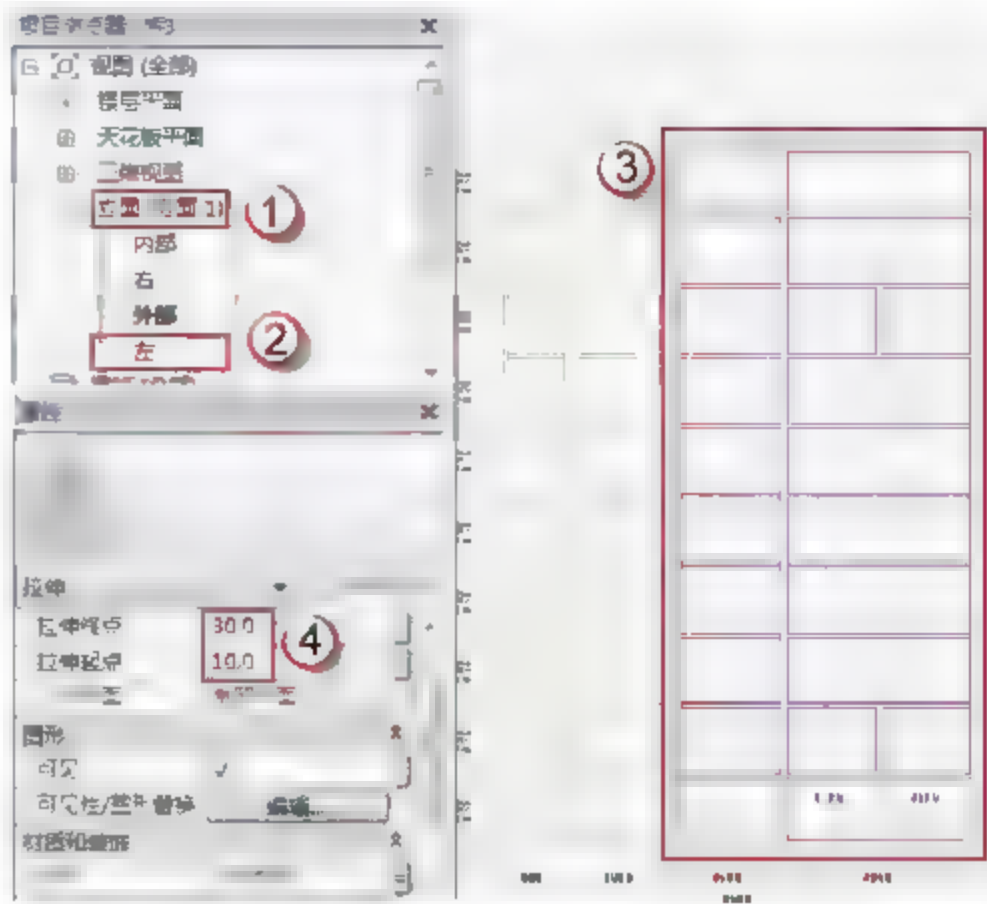

图 7.2.9 MQ6596 幕墙窗户玻璃的位置及厚度
(8) 绘制 MQ6596 幕墙窗户玻璃。选择“项目浏览器”中的“立面（立面1）”→“左”选项，可以进入 MQ6596 的左立面视图，选择“创建”→“拉伸”命令，进入“修改|编辑拉伸”界面，用菜单中的绘制工具绘制 MQ6596 幕墙窗户玻璃，如图 7.2.9 所示。在“属性”面板中，在“拉伸终点”中输入“30”字样，在“拉伸起点”中输入“10”字样。绘制完成后，单击√按钮完成绘制。